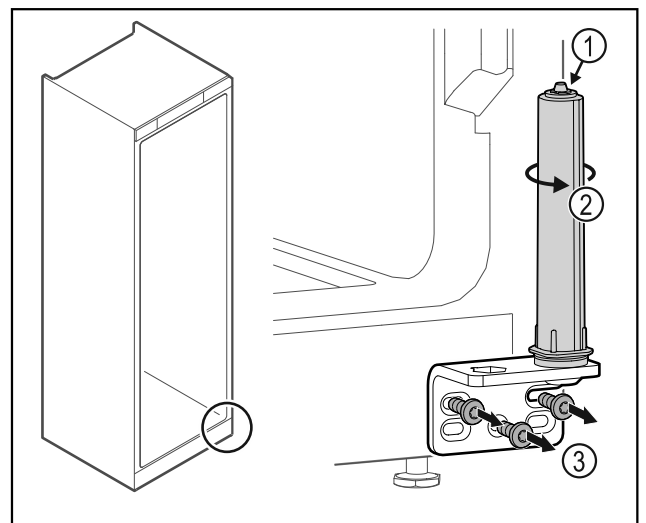

Fig. 33
- ▶ Türschließsystem Fig. 33 (1) nicht zerlegen.
- ▶ Schließsystem Fig. 33 (2) drehen, bis es klickt.
- ▶ Scharnierwinkel abschrauben Fig. 33 (3).